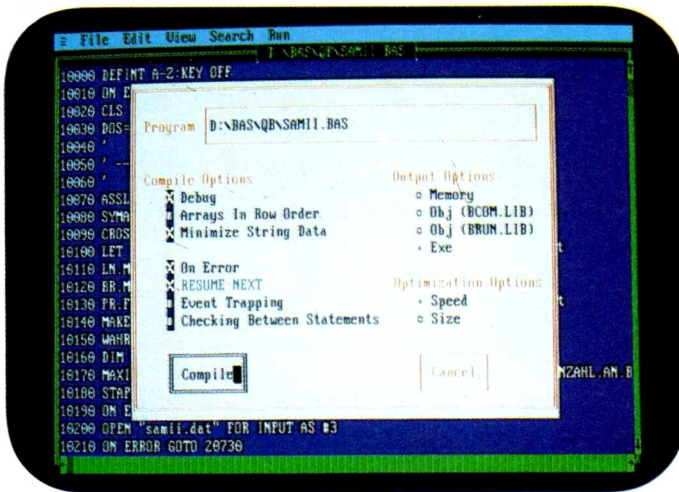

Bild 1. Compiler-Optionen wählen mit Quick Basic
15..25	frei definierbar (siehe Bild 1)
Es gibt zwei Arten, Optionen einzuschalten. Von der Quick Basic-Umgebung aus selektieren Sie das »Run«-Menü und von diesem Menü aus den letzten Eintrag »Compile« (Bild 1). Im Compile-Fenster sehen Sie eine Menge Optionen; in der linken Spalte ste-